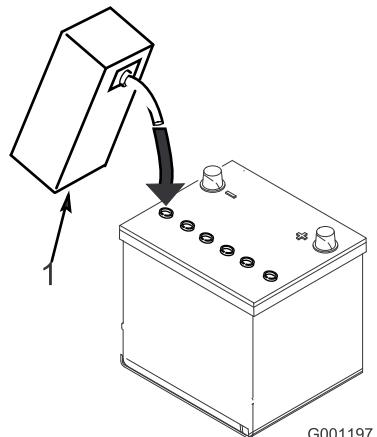

Figura 5
3. Encha cuidadosamente cada célula com electrolito até as placas estarem cobertas com cerca de 6 mm de fluido (Figura 5).
4. Aguarde aproximadamente 20 a 30 minutos para que as placas fiquem embebidas em electrolito. Se necessário, volte a colocar electrolito até ficar cerca de 6 mm acima do fundo do depósito de enchimento (Figura 5).